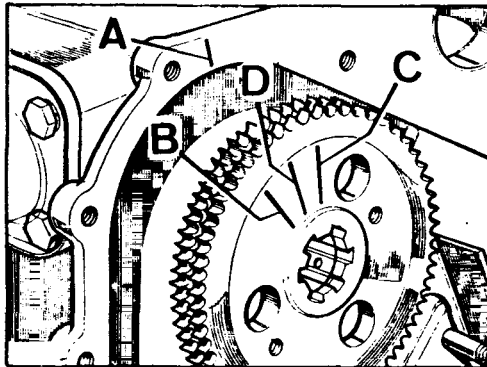

Fig. A1-H Puesta a punto de la distribución
- 4.9. Formar el conjunto tensor hidráulico con el émbolo y caja, A (Fig. A1-F), el muelle, C, el cilindro, G, y el piñón loco, H.
- 4.10. Situar el conjunto sobre el motor, encajando la caja del pistón sobre las -- espigas, A (Fig. A1-I) y la guía del cilindro en la ranura, B.